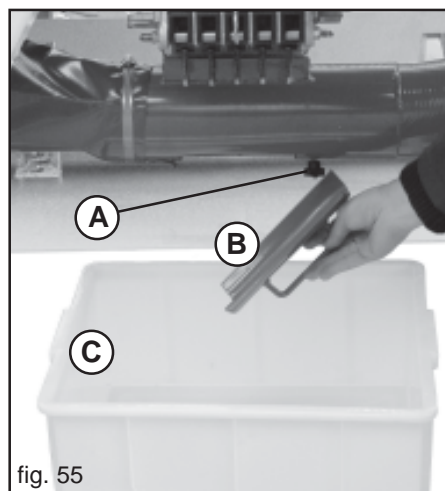
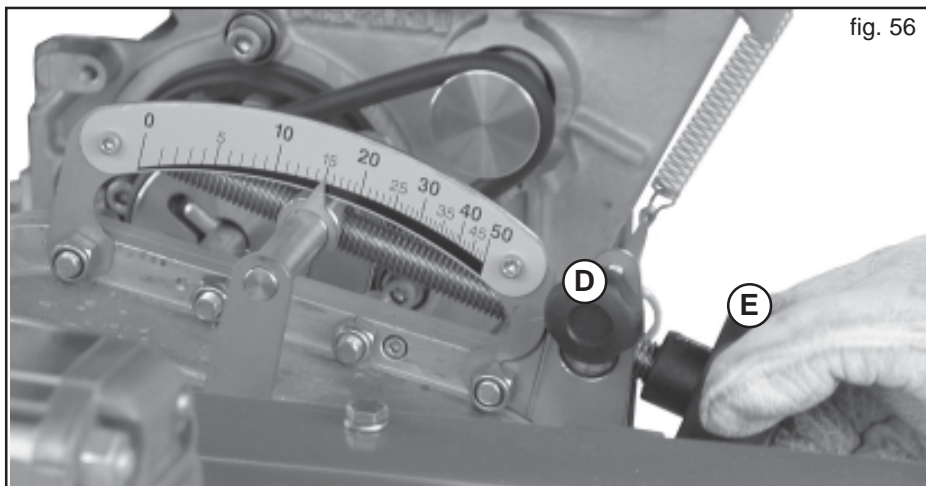

fig. 55
fig. 56
- 2) Aflojar la perilla (A, Fig. 55) y retirar la compuerta (B).
- 3) Coloque la cubeta de recogido debajo de la descarga (C).
- 4) Afloje el tornillo de fijación situado en la regulación del cambio (D, Fig. 56), y luego ponga el indicador graduado en la posición deseada (en función de la cantidad de producto a distribuir) utilizando el pomo de regulación (E, Fig. 56).
- 8) Una vez realizada la prueba de dosificación con resultado positivo, vuelva a apretar el tornillo de fijación de la regulación del cambio (D, Fig. 56).